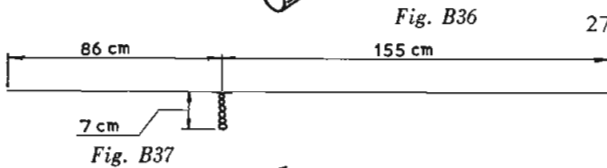

Fig. B37
27. Knip van het bruingekleurde wikkeldraad 255 cm af. In deze draad moet nu een aftakking worden aangebracht. In fig. B37 kun je zien hoe dat moet gebeuren. Pas eerst 86 cm af, houd de draad daar vast en pas nog eens 14 cm af. Vouw dit stuk van 14 cm dubbel en draai het in elkaar. Zo heb je een aftakking van ongeveer 7 cm gekregen.